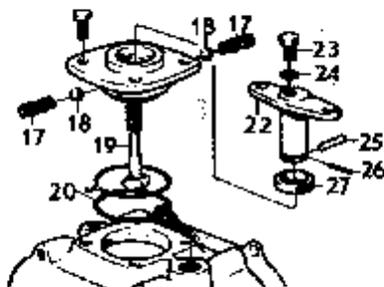

Abb. 61 Schaltmechanismus
1. Spannstift (26, Abb. 61) herausschlagen und den Stift (25) herausziehen. Sicherungsdraht, Federn (17) und Kugeln (18) herausnehmen (die frühere Ausführung des Wendegetriebes hat nur eine Feder und eine Kugel). Exzenterkolben (22) herausziehen. Dichtring (27) ausbauen.
### Schaltmechanismus (Abb. 61)
1. Schaltmechanismus an das Getriebegehäuse anschrauben, so daß die Schraube (23, Abb. 61) im Exzenterkolben nach Steuerbord versetzt wird.
2. Schraube (23) heraus-schrauben und alle Ausgleichscheiben (24) entfernen. Schraube festschrauben und den Mechanismus in Neutrallage stellen. Versuchen, die Welle (36) zu drehen. **Achtung!** Damit die Kupplungsmuffe mit Sicherheit mit der Welle rotiert, muß dieses Drehen an dem austretendem Wellenende erfolgen. Eine Ausgleichscheibe nach der anderen unterlegen, bis die Welle ohne Widerstand gedreht werden kann. Nach